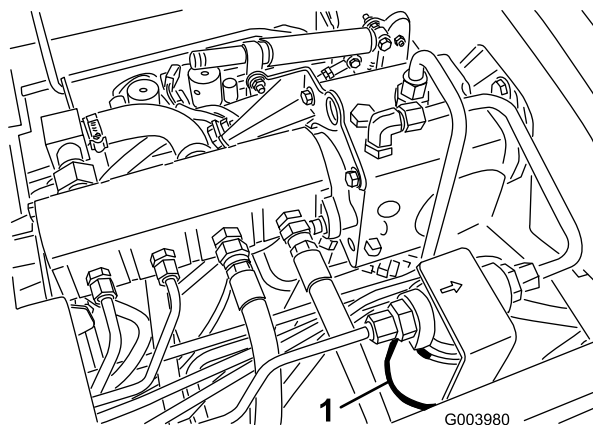
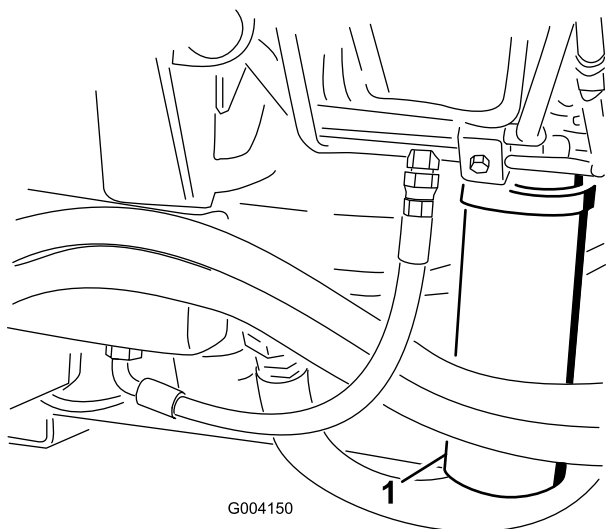

図 57
図 58
2. フィルタ取り付け部付近をきれいに拭い、下に容器を置く (図 57 と図 58)。